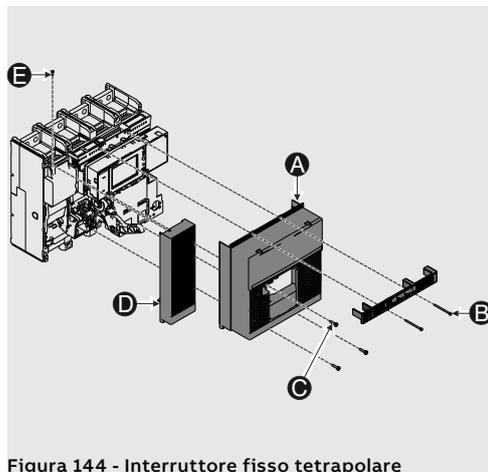

Figura 144 - Interruttore fisso tetrapolare
1. Smontare la calotta (A) togliendo le viti di fissaggio (B e C).
2. Con interruttore tetrapolare (Figura 144 - Interruttore fisso tetrapolare), smontare lo scudo laterale (D) togliendo la vite di fissaggio (E).